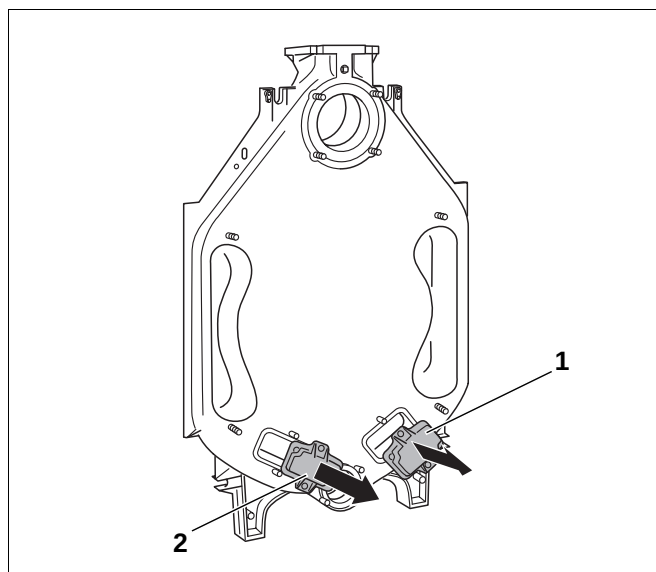

Fig. 7 Demontering av rengjøringsdekslene
- Skru av rengjøringsdekslene på bakelementet (fig. 7, pos. 1 og 2).